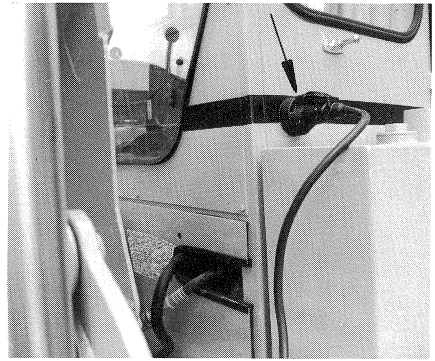

Bild 15
- Kabelstecker für StVZO-Beleuchtung mit der Seckdose (Bild 15/Pfeil) verbinden und eine Funktionskontrolle durchführen.